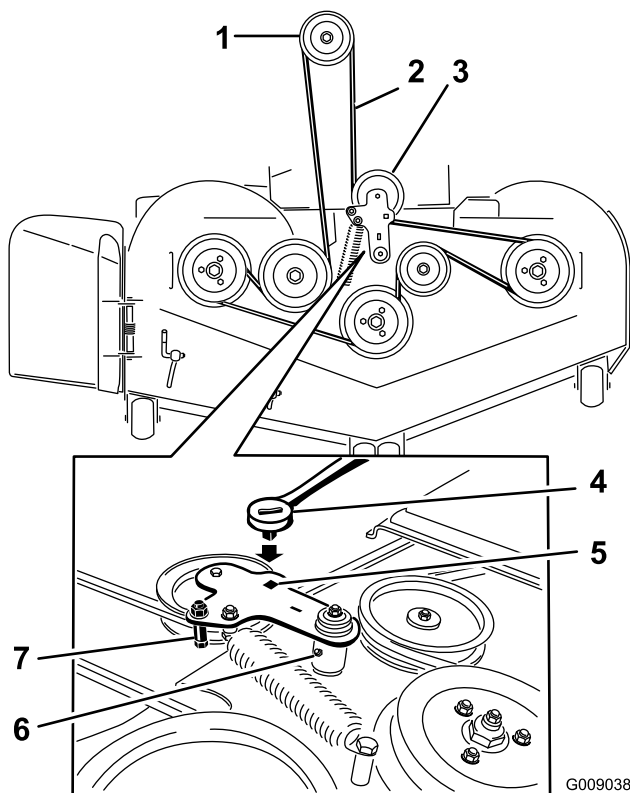

Figure 88
- Insérez un rochet dans le trou carré du bras de la poulie de tension pour détendre le ressort de la poulie de tension (Figure 88).
- Enlevez le guide-courroie situé sur le bras de la poulie de tension rappelé par ressort (Figure 88).
- Acheminez la courroie neuve autour des poulies du tablier de coupe et de la poulie d'embrayage, sous le moteur (Figure 88).
- Montez le guide-courroie sur le bras de la poulie tension (Figure 88).
- Insérez le rochet dans le trou carré et montez le ressort de la poulie de tension (Figure 88).